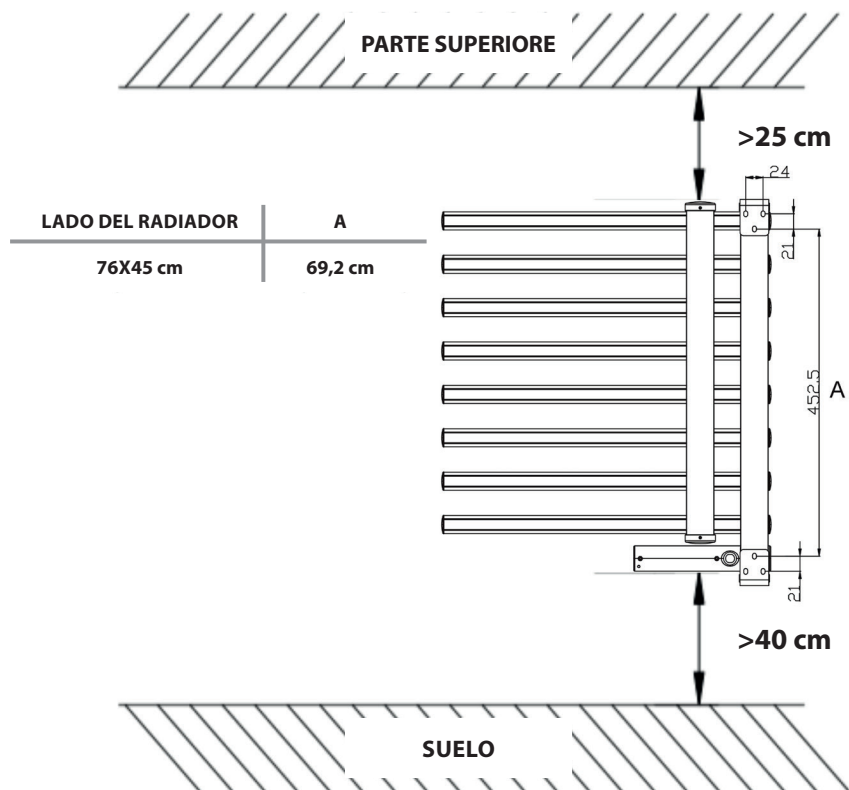

Fig2
1. Praticare 4 fori da Ø8 mm secondo le dimensioni mostrate nella Fig. 2.